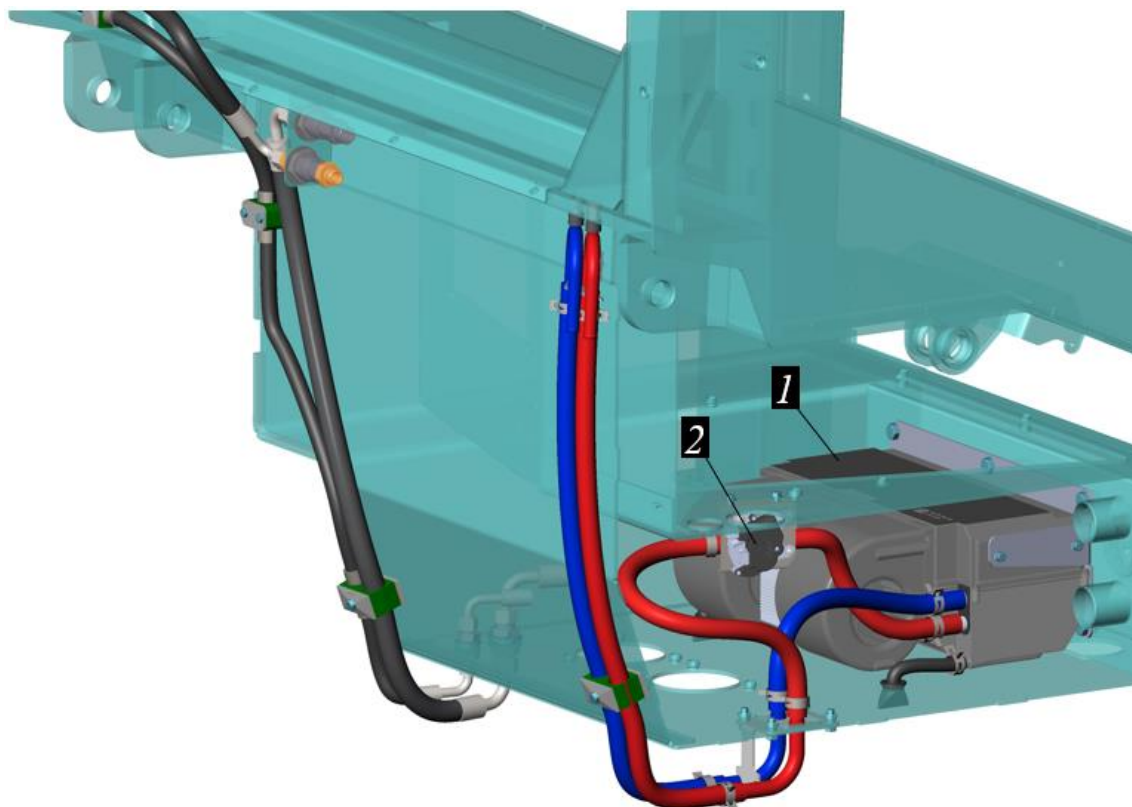

Рисунок 3.151. Расположение крана отопителя
- Убедитесь, что кран отопителя 2 установлен по направлению потока жидкости, рис. 3.151.
Обратите внимание как подключены рукава подвода и отвода жидкости системы охлаждения (рис. 3.151).